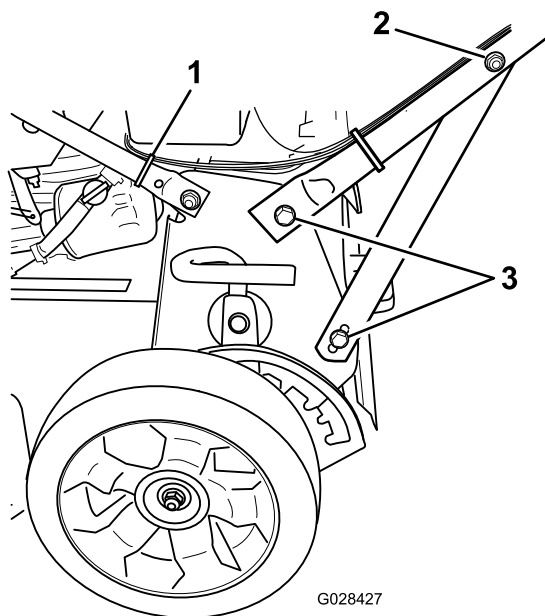

Figura 4
4. Apriete las fijaciones del manillar en ambos lados de la máquina, según se muestra en Figura 4.
2. Tuerca del soporte del manillar (2)
3. Perno (4)
5. Utilice una brida para sujetar los cables al manillar inferior, en la posición indicada en Figura 4, y recorte el material sobrante de la brida.